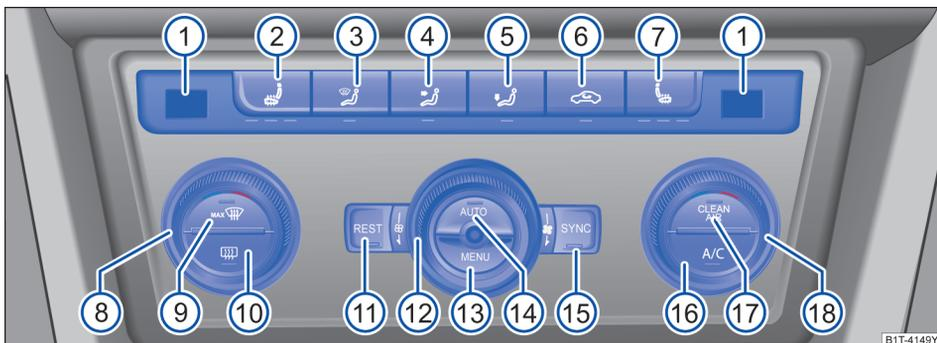

图 124 中控台：自动空调的操作元件
- 转动温度调节开关  或  → 图 124，即可设定驾驶员侧或前排乘客侧的温度并通过  显示设定的温度。
– 按压  至  中的某个按钮 → 图 124，或者旋转鼓风机档位调节开关 ，即可关闭自动运行模式。按钮  中的指示灯随即熄灭。
- 按压按钮   → 图 124, 即可打开空气内循环模式。按钮上的指示灯随即亮起。